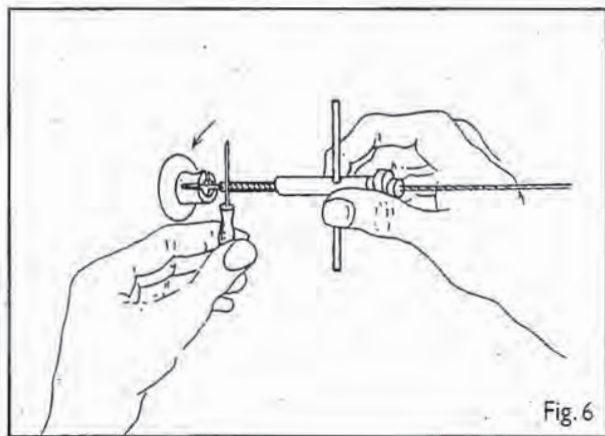

Fig. 6
**3.** Introducete l'asticciola d'acciaio nel foro della madre vite di tensione e il cacciavite nel foro della vite di tensione. Ruotando la vite di tensione in senso antiorario si tende il cavo (fig. 6).